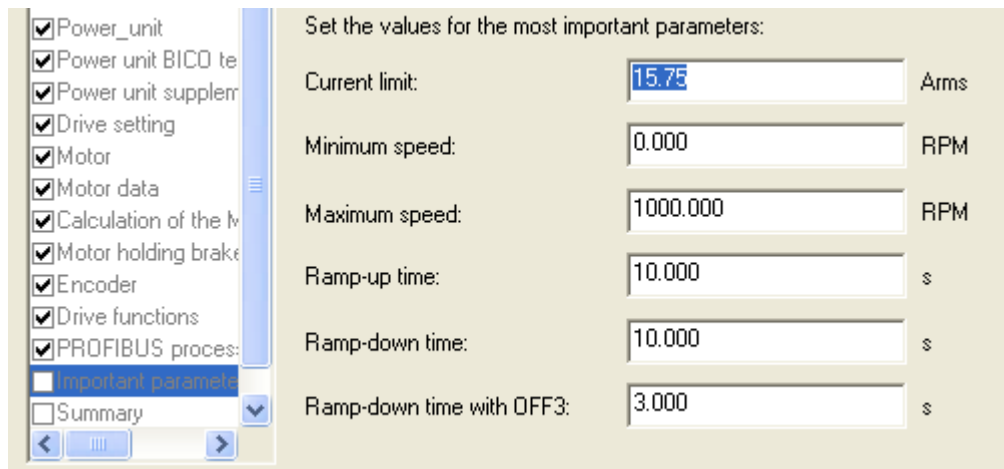

Рисунок 3.11 – Ограничения тока и скорости, время задатчика интенсивности
16) Нажимая клавишу «Continue», доходим до окна задания максимальных тока и скорости, времени разгона и торможения (рисунок 3.11).